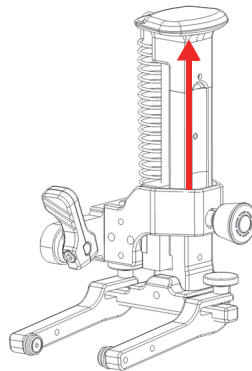

Рис. 3-4 Сдвиг направляющей в положение фиксации
9. Для облегчения установки сканера, поднимите держатели ПЭП, потянув вверх пружинный механизм до фиксированного положения (Рис. 3-4 на стр. 65).